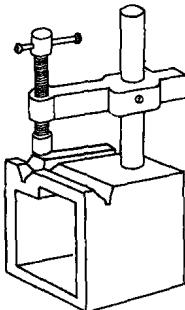

图 2-8 划线方箱
(1) 划线方箱 划线方箱见图 2-8 所示，用铸铁制成，表面